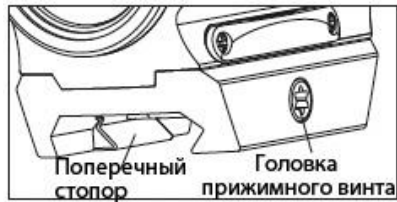

Рис. 4
2. Ключом Torx (входит в комплект поставки) ослабьте прижимной винт. Установите прицел на подходящее место на планке. Затяните прижимной винт. (Рис.4)